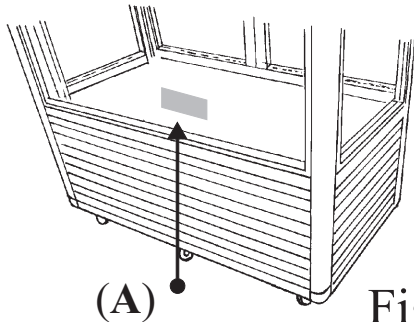

Fig.6
1. Accertarsi che la tensione e la frequenza della rete corrispondano a quelle indicate sulla targhetta (A) posta sull'apparecchiatura. 2. Accertarsi che la presa di alimentazione sia: **a)** *Dotata di un conduttore di messa a terra.* **b)** *Idonea alla corrente nominale di targa.* **c)** *Sia dotata delle protezioni secondo le norme IEC :- Interruttore magnetotermico con I_n =valore nominale riportato in targa.- Differenziale con sensibilità $I_d=30\text{ mA}$.* 3. Verificare che l'ambiente non sia con pericolo di esplosione (AD). 4. Il cavo montato sull'apparecchiatura è "H05 VVF" è per ambienti interni, per ambienti diversi occorre sostituire il cavo con uno idoneo (ad esempio con H0 7 VV F per ambienti esterni). **N.B.** Se l'apparecchiatura durante il trasporto o lo stoccaggio è stata posta erroneamente in orizzontale o capovolta, lasciarla riposare almeno 3 ore in posizione corretta prima di allacciare l'alimentazione. 5. Inserire la spina nella presa (non utilizzare spine triple o riduzioni)(Vedi fig. 6).
3. Ensure that there is no danger of explosion (AD) in the room. **4.** Make sure the environment is suitable for the power supply cable provided. The cable of the appliance is H05 VVF, designed for internal use.
N.B.: If the equipment has been transported or stored overturned, let it rest in its correct position for at least 3 hours before hooking it up to the mains. **5.** Insert the plug in the socket (do not use three-way adapters and reduction adapters) (see fig. 6).